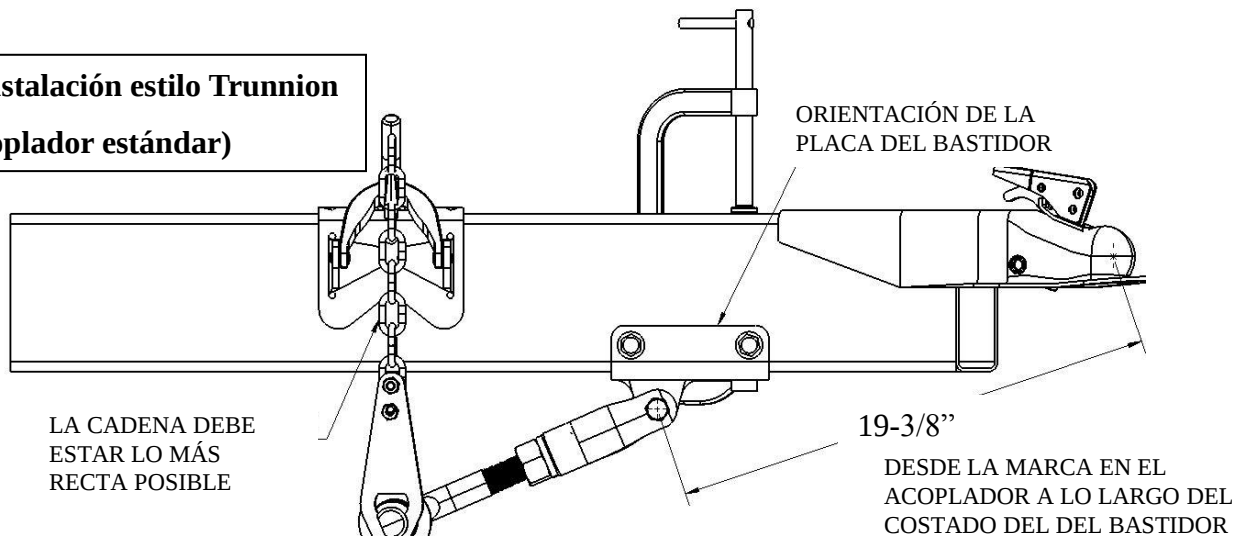
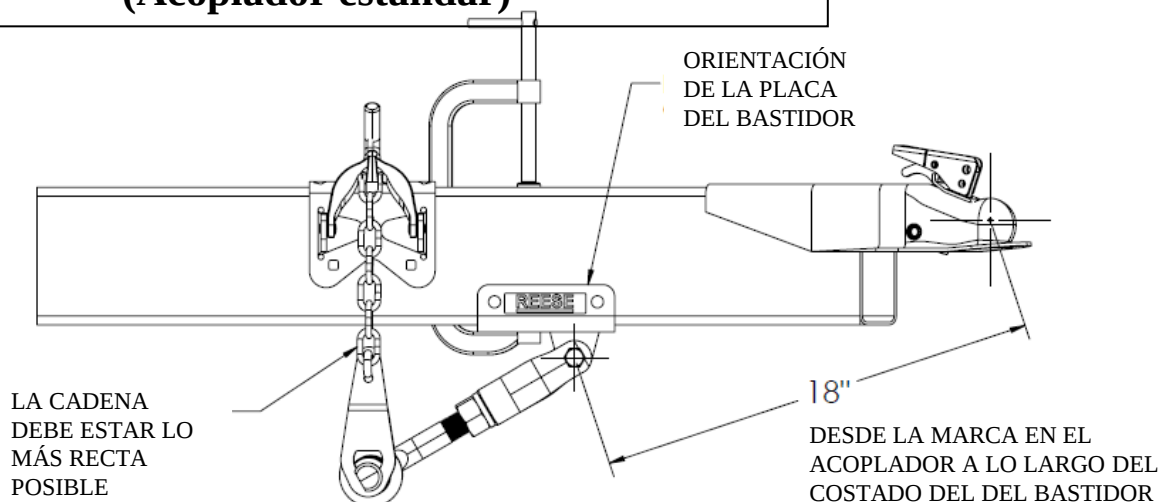
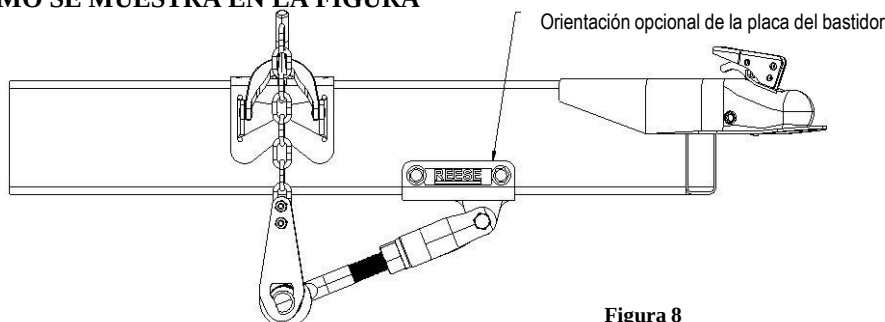

Figura 6 – Ubicaciones aproximadas del brazo de leva para kits de distribución de peso estilo Trunnion
Figura 7 – Ubicaciones aproximadas del brazo de leva para kits de distribución de peso estilo Barra Redonda
Figura 8
5. Con una abrazadera en C adecuada para acomodar su altura del bastidor del remolque y la placa del bastidor del sistema Doble Leva HP, sujete temporalmente el ensamble del brazo Doble Leva HP al bastidor del remolque y placa del bastidor del sistema Doble Leva HP como se muestra en la **figura 6 para los kits de distribución de peso estilo Trunnion, para kits de distribución de peso estilo barra redonda, siga las dimensiones en la figura 7.**
6. Coloque la placa del bastidor en la dimensión que se muestra para su tipo de kit de distribución de peso (estilo Trunnion o barra redonda). Acoplador estándar o instalado en la parte inferior). Mida desde la marca en el acoplador esférico hasta el centro del perno de pivote del brazo de leva como se muestra en la figura 6 ó 7 en la siguiente página. Si la placa del bastidor interfiere con cualquier parte del bastidor del remolque, la orientación se puede cambiar al alternar los lados, vea la figura 8 para la orientación opcional de la placa del bastidor. Mantenga el mismo acoplador centrado en el pivote del brazo de leva sin importar la orientación de la placa del bastidor.
SIGA LAS MISMAS MEDIDAS PARA ESTA ORIENTACIÓN COMO SE MUESTRA EN LA FIGURA 6 Ó 7.